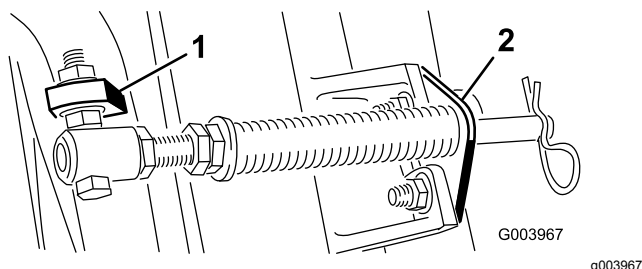
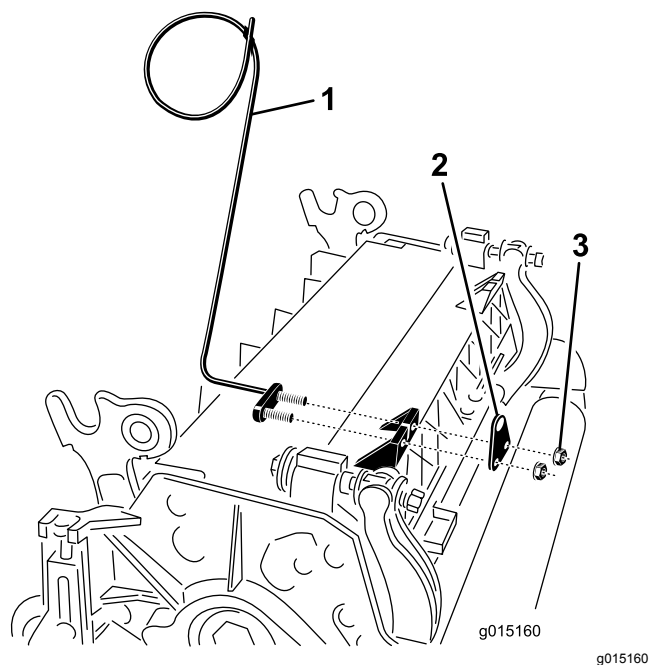

Рисунок 11
Рисунок 13
Примечание: Головку болта следует расположить в направлении наружной стороны выступа, как показано на **Рисунок 11**.
- E. Присоедините кронштейн штока к выступам режущих блоков с помощью каретных болтов и гаек (**Рисунок 11**). При установке кронштейна штока установите на режущем блоке левую направляющую шланга на передние выступы режущего блока (**Рисунок 13**).